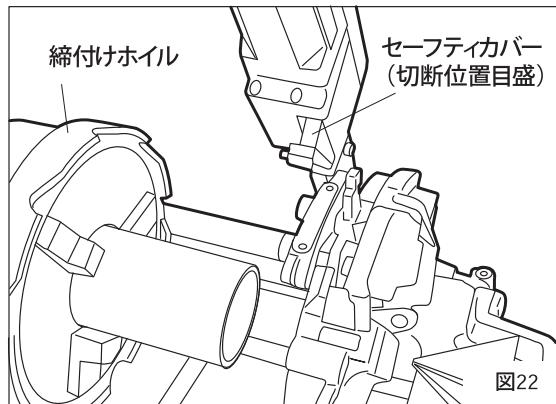

図22
- ②セーフティカバーの切斷目盛を切斷位置に合わせ、パイプマシンのスイッチをONにしてください。 (図22)